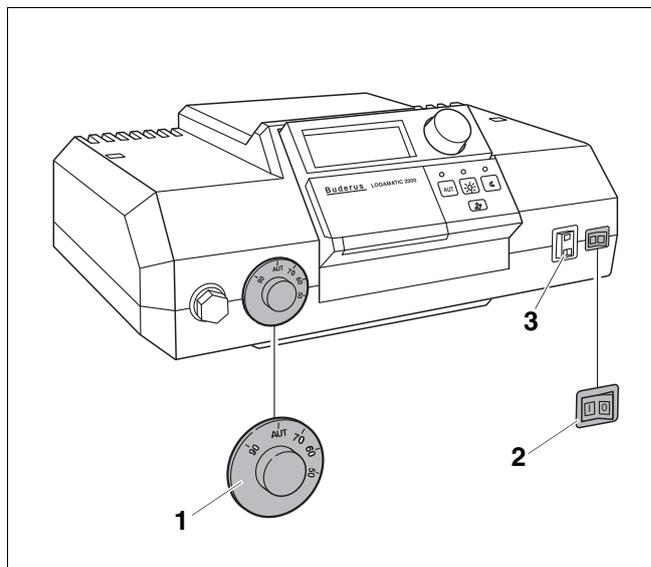
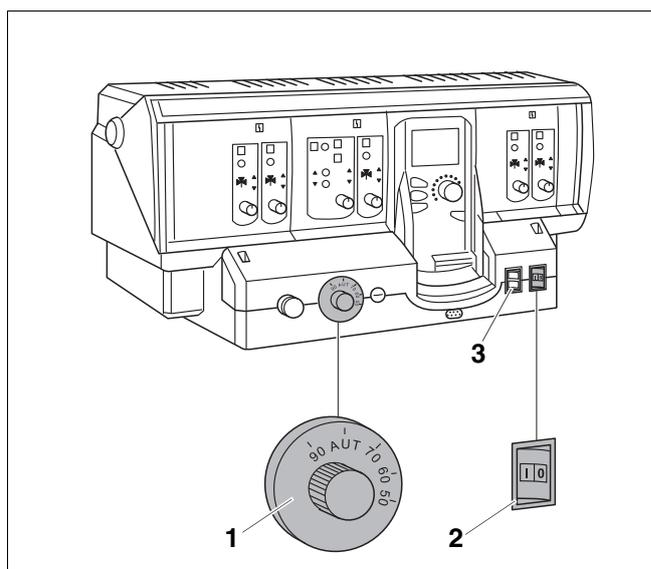

Рис. 4 Система управления (здесь: Logamatic 2107)
Рис. 5 Система управления (здесь: Logamatic 4211)
Включите отопительный котел на системе управления Рис. 4 или Рис. 5. При включении системы управления запустите горелку в автоматическом режиме. Затем горелка может стартовать от системы управления. Дальнейшая информация по этому вопросу находится в соответствующей инструкции по эксплуатации системы управления.
- Установите пусковой выключатель (Рис. 4, поз. 2 или Рис. 5, поз. 2) в положение "I" (ВКЛ).
- Установите регулятор температуры котловой воды (Рис. 4, поз. 1 или Рис. 5, поз. 1) в положение "AUT". При работе в режиме поддержания постоянной температуры установите нужную температуру (минимум 65 °C).
- Установите пусковой выключатель (Рис. 4, поз. 2 или Рис. 5, поз. 2, страница 7) в положение "0" (ВЫКЛ.).